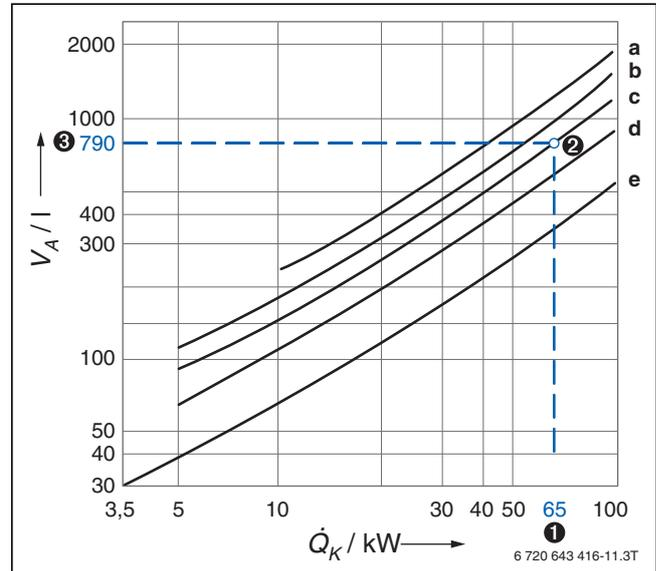

Bild 19 Anhaltswerte für den durchschnittlichen Wasserinhalt von Heizungsanlagen (nach ZVH-Richtlinie 12.02)
In Abhängigkeit von verschiedenen Parametern der Heizungsanlage lässt sich das Anlagenvolumen aus dem Diagramm Bild 19 ablesen.
Das nach Punkt 3 aus dem Bild 19 abgelesene Anlagenvolumen muss kleiner sein als das maximal zulässige Anlagenvolumen. Wenn das nicht zutrifft, ist ein größeres Ausdehnungsgefäß zu wählen.
- ③ Gesamtwasserinhalt der Anlage = 790 l
- (→ Bild 19, Kurve c)
- ❸ Erforderlich ist ein MAG mit 35 l Inhalt (→ Tabelle 8), weil hierfür das nach Bild 19 ermittelte Anlagenvolumen kleiner als das maximal zulässige Anlagenvolumen ist.